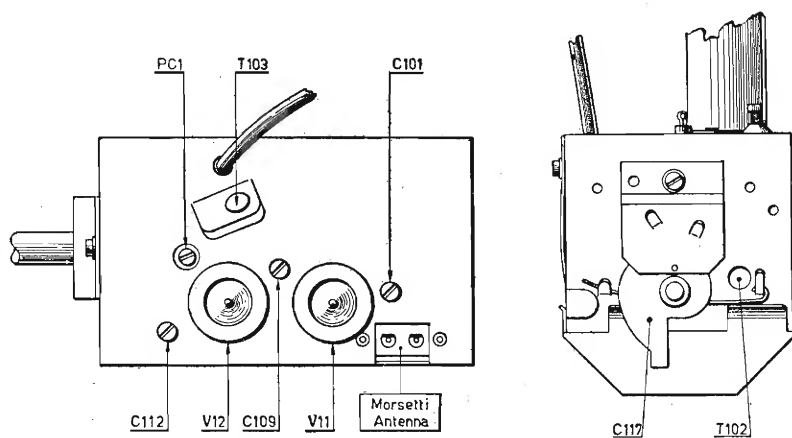

Fig. 10.6.
- C - Collegare il wobbulatore direttamente ai morsetti d'antenna fig. 10.6. Il cavo di uscita del wobbulatore deve terminare con una impedenza di 300 ohm bilanciati verso massa. Qualora il cavo d'uscita non termina con l'impedenza richiesta occorre adattarlo con resistenze antinduttive (ad impasto) come mostrato in fig. 10.5. La resistenza  $R_o$  di fig. 10.5 non va inserita se il cavo d'uscita del wobbulatore è chiuso su una resistenza uguale all'impedenza caratteristica. Lo spazzolamento va regolato a 15 Mc/s.
- D - Mettere il condensatore di sintonia C117 nella posizione di fig. 10.6.
- E - Collegare il wobbulatore adattato a 300 ohm, ai morsetti d'antenna fig. 10.6.
G - Far corrispondere il segnale di riferimento della portante audio di ciascun canale nella posizione indicata P.S. della fig. 10.8 mediante l'accordo del nucleo del trasformatore T102 (fig. 10.6).
- C - Collegare il wobbulatore direttamente ai morsetti d'antenna fig. 10.6. Il cavo di uscita del wobbulatore deve terminare con una impedenza di 300 ohm bilanciata verso massa.
- E - Collegare il wobbolatore adattato a 300 ohm nei morsetti di antenna fig. 10.6.
- G - Far corrispondere il segnale di riferimento della portante audio di ciascun canale nella posizione indicata P.S. della fig. 10.8 mediante l'accordo del nucleo del trasformatore T102 (fig. 10.6).